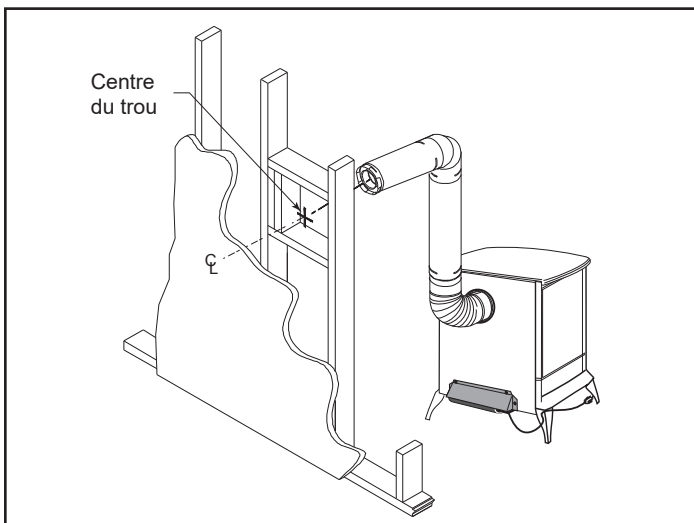

Figure 3.25
Étape 3 – Une fois que l'adaptateur de l'appareil et la section de conduit sont rattachés, faites glisser le poêle à l'emplacement correct. Marquez un trou carré de 254 x 254 mm (10 x 10 po) sur le mur. La ligne centrale du conduit doit être alignée sur le centre du trou carré (figure 3.25). Découpez et encadrez un trou carré dans le mur extérieur là où le conduit de ventilation se terminera. Si le mur traversé est entièrement fait de matériaux incombustibles, par exemple en tuiles de maçonnerie, en brique ou en béton, un trou avec un dégagement nul est acceptable.